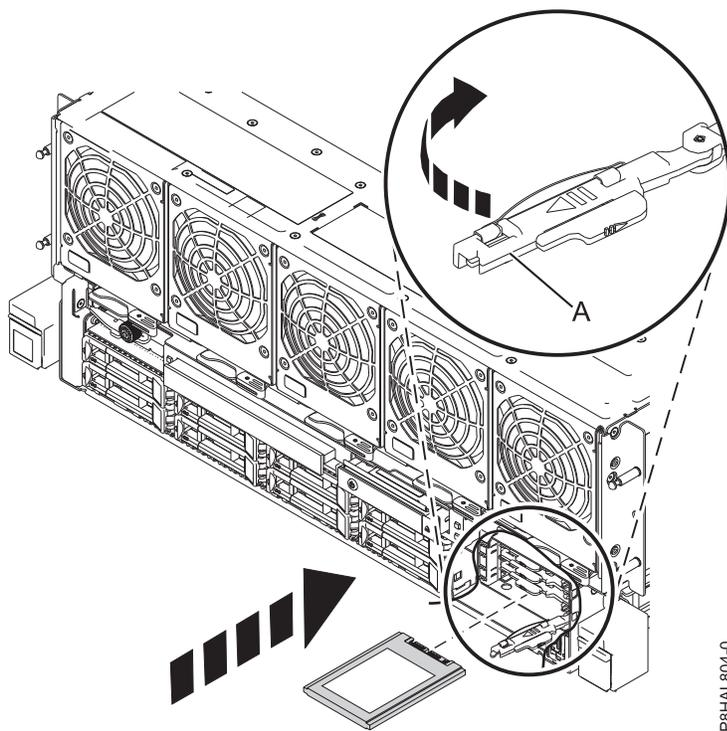

Abbildung 25. Solid-State-Laufwerk in einem System vom Typ 8408-44E oder 8408-E8E austauschen
16. Verriegeln Sie das Laufwerk, indem Sie den Griff (A) in die gezeigte Richtung drehen. Siehe Abb. 25.